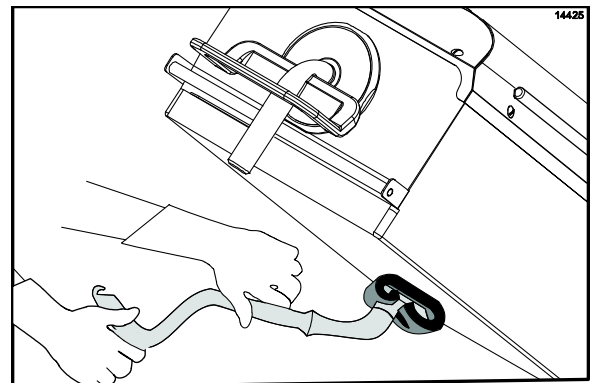

Abbildung 90
16. Beginnend mit der rechten oberen Grillplatte und dann zur linken übergehend die Grillreinigungsflüssigkeit auftragen. (Siehe Abbildung 90.)